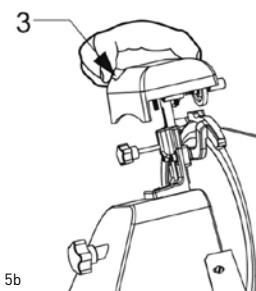

Fig. 5b
- Accendere l'affettatrice commutando l'interruttore nella posizione „I“ (ON);
- Premere il pulsante (pos.3, Fig.5b), permettere che la lama si strofini contro l'affilatrice per circa 30/40 secondi fino a quando sul bordo della lama viene creato un ricciolo;
- Si consiglia di pulire l'affilatrice dopo l'affilatura (vedere p.6.2.3); Fig. 5b